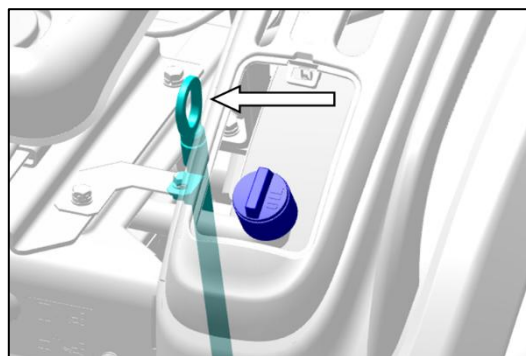

Fig. 181 - JAUGE D'HUILE DE TRANSMISSION
3. Retirez la jauge (fig. 181) et vérifiez le niveau d'huile. Si nécessaire, faites l'appoint à travers l'orifice de remplissage.